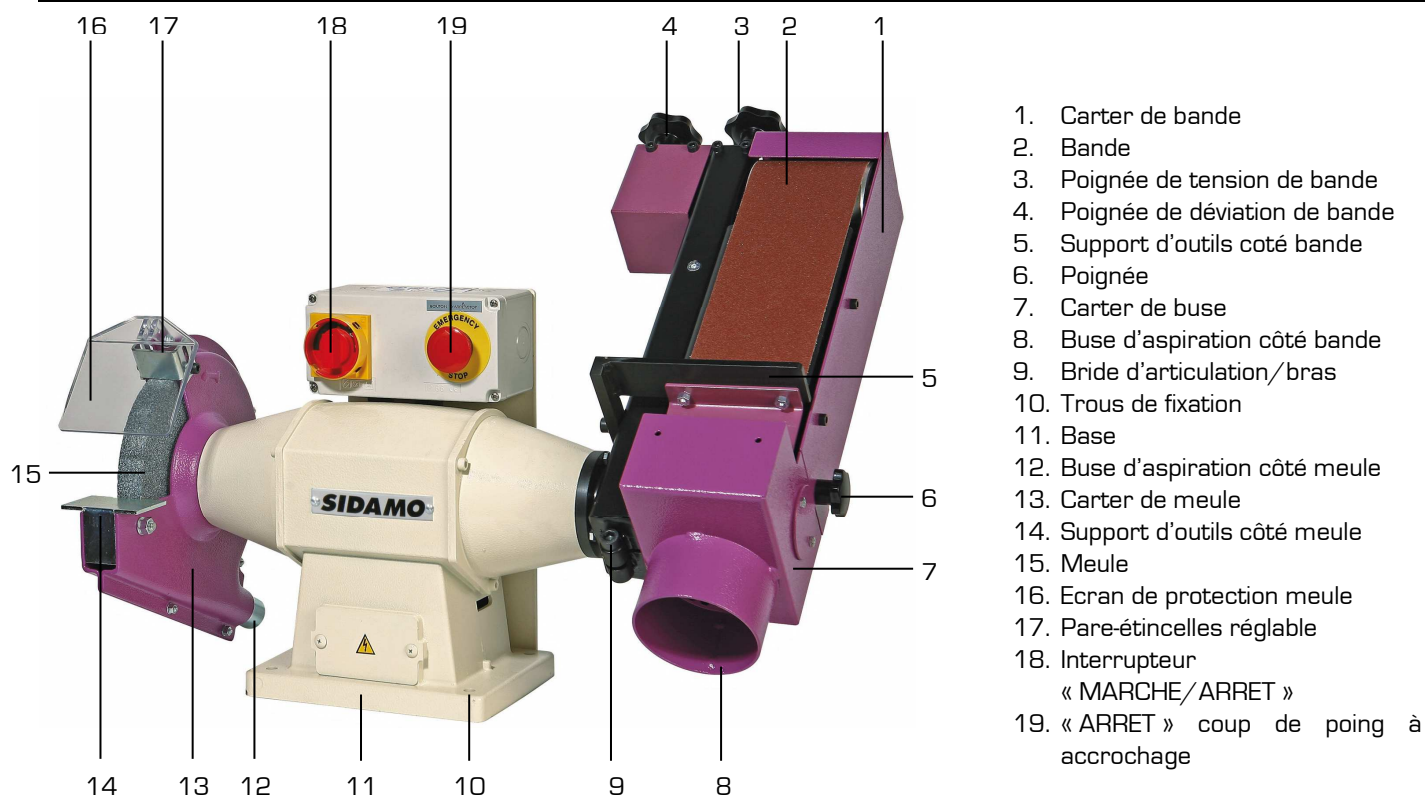

Figure 1
3. Fixer le touret sur le socle ou sur l'établi en introduisant 4 vis (M6) dans les trous (10 fig.1) puis les bloquer fermement au moyen d'écrous appropriés.
1. Fixer le pare-étincelles (17 fig.1) sur le carter de meule (13 fig.1) et le régler à **5 mm** au maximum du bord périphérique de la meule.
2. Extraire du sachet contenu dans l'emballage l'écran de protection transparent (16 fig.1) puis le fixer sur le pare-étincelles (17 fig.1) et le régler de façon à protéger l'opérateur.
3. Fixer le support d'outils (14 fig.1) sur le carter de meule (13 fig.1) et le régler à **2 mm** au maximum du bord périphérique de la meule.
1. Fixer le support d'outils (5 fig.1) sur le carter de bande (1 fig.1) et serrer les vis.
2. Régler le support à l'horizontal à **2 mm** au maximum du bord périphérique de la bande avec les vis comme sur la figure 1.
3. Le bras support de bande sans fin est réglable de la position horizontale à verticale en agissant sur la vis de la bride d'articulation (9 fig.1).
7. Tourner vers la droite l'interrupteur (18 fig.1) pour mettre en fonctionnement le moteur et pour permettre à la meule et à la bande d'atteindre leur vitesse.
1. Approcher progressivement la pièce à meuler au contact de la meule, en vous appuyant sur le support d'outils (14 fig.1).